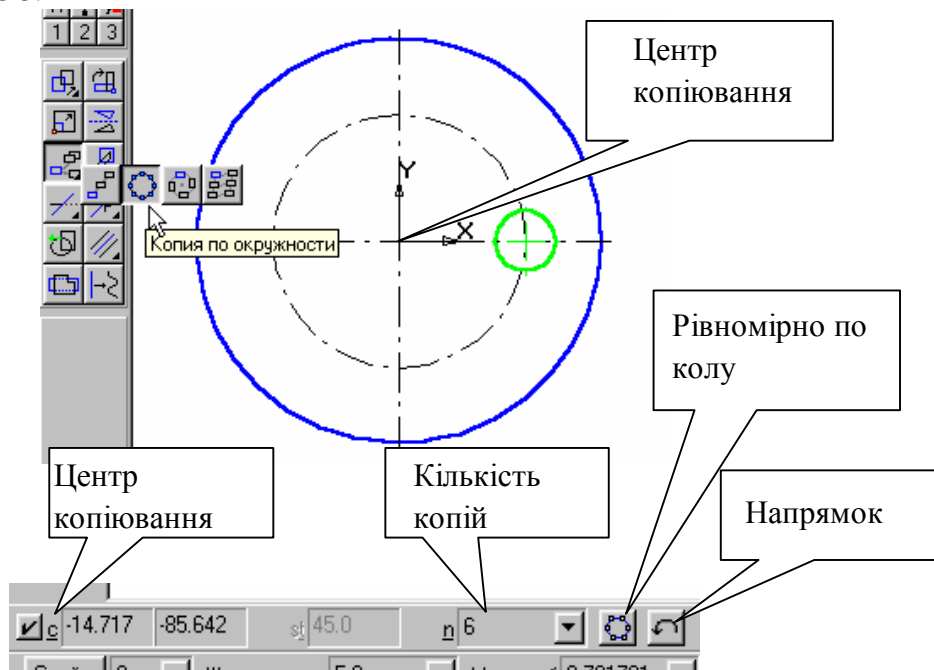

Рис. 58.
4. Увімкніть сторінку Редагування. Викличте на екран панель розширених команд кнопки *Копіювання* та активізуйте команду *Копія по колу*, рис. 58.